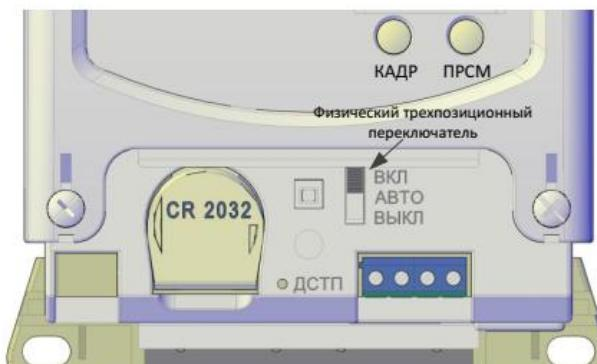

Рисунок 11 – Исполнения счетчиков СЕ208 S7 с трехпозиционным переключателем.
На лицевой панели счетчика СЕ208 S7 расположены (см. рисунок 11):
- жидкокристаллический индикатор (1);
- световой индикатор функционирования «СЕТЬ» (2);
- один световой индикатор учета активной энергии (A) и один световой индикатор учета реактивной энергии (R) (3);
- кнопка "КАДР" (4);
- кнопка "ПРСМ" (5);
- "ДСТП" (прозрачная крышка зажимов) (6);
- трехпозиционный физический переключатель, см. рисунок 11;
- элементы оптического порта (7);
- прозрачная крышка зажимов (8).